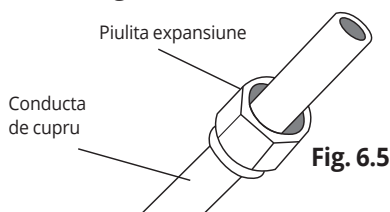

Fig. 6.5
3. Strapungeti peretele folosind un burghiu de 65mm (2.56") sau 90mm (3.54"). Asigurati-va ca strapungerea este facuta cu inclinare inferioara, pentru ca punctul de iesire sa fie mai jos decat punctul de intrare cu 12mm. Aceasta inclinare v-a asigura o scurgere mai eficienta a apei (vezi fig. 6.5). Introduceti tubul de protectie in interiorul strapungerii. Acesta va proteja marginile si va ajuta la sigilarea strapungerii atunci cand finalizati instalarea.